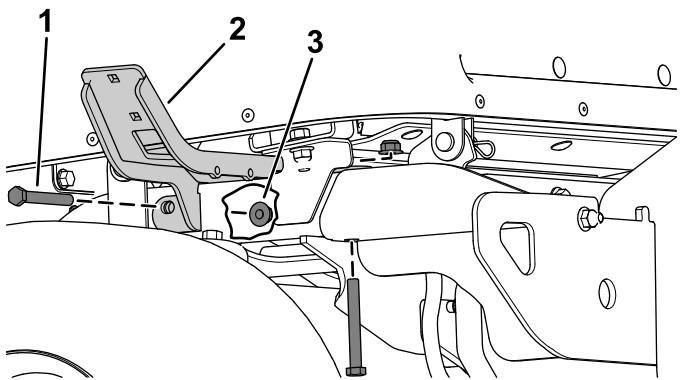

Figure 22
- Fixez les supports gauche et droit aux tubes arrière de chaque côté du cadre à l'aide de 2 boulons à tête hexagonale ($\frac{3}{8}$ " x 3") et 2 contre-écrous ($\frac{3}{8}$) (Figure 22).